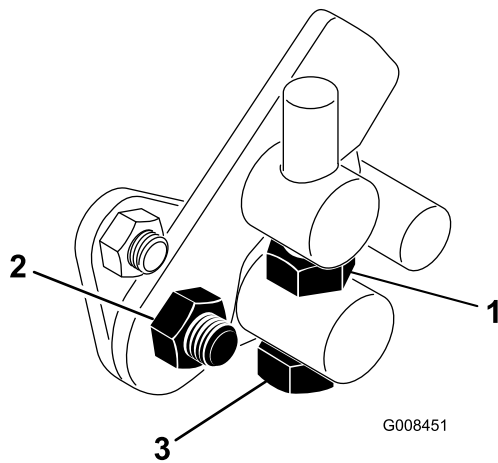

Figura 44
1. Afloje la contratuerca del tornillo de caperuza del muñón (Figura 44).
4. Apriete la contratuerca del perno del muñón y la tuerca de la articulación del pedal para bloquear el ajuste (Figura 44). Compruebe el funcionamiento, y vuelva a ajustar si es necesario.